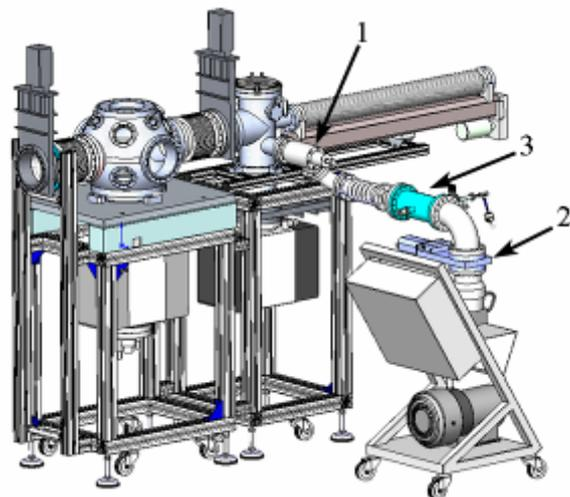

Рис. 5-7. Модуль UHV SPM с откачным постом
4. Откройте вентиль 1 (Рис. 5-7), соединяющий камеру зондов с откачным постом.